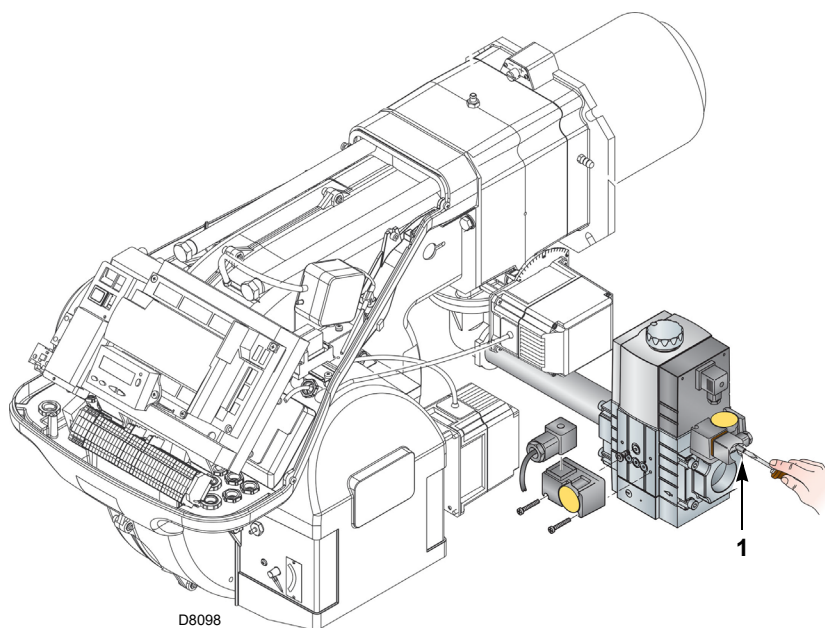

Abb. 31
- Prüfen Sie den Gasversorgungsdruck durch Anschließen eines Druckmessers an die Druckentnahmestelle 1)(Abb. 31) des Minimal-Gasdruckwächters: er muss geringer als der maximal zulässige Druck der Gasarmatur sein, der auf dem Kennschild der technischen Daten angegeben ist.
- Entlüften Sie die Leitung der Gasarmatur, indem Sie eine Kunststoffleitung an die Druckentnahmestelle 1)(Abb. 31) des Minimal-Gasdruckwächters anschließen. Führen Sie die Entlüftungsleitung aus dem Gebäude, bis der Gasgeruch wahrnehmbar ist.